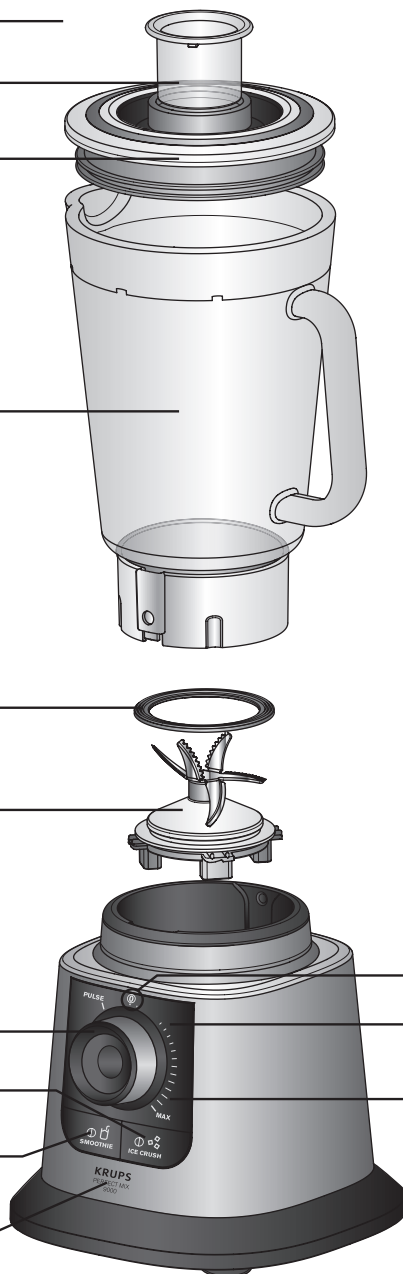

fig. 1
- Insérez le joint (**e2**) sur le bloc lames (**e1**) (**Fig.1**).